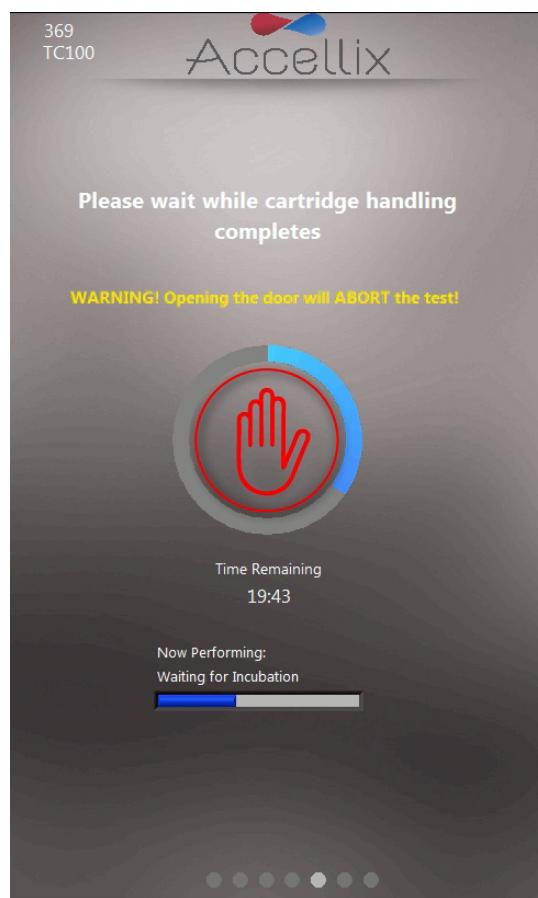

图41：进度指示和剩余时间屏幕
注：某些仪器可以被配置为允许运行“Control Sample”(质控样本)。在这种情况下，Sample ID (样本 ID) 字段上方会出现一个附加选项 (如果当前测定可以作为质控样本运行)，以便将运行设置为质控样本运行，如图 41 所示：
11. **Progress screen** (进度屏幕) (图 41) 显示进度指示和 **Time Remaining** (剩余时间) 倒数计时器。用户可监测测试进度和剩余的大致时间。
注: 要停止正在进行的测定, 用户可轻触 **Stop** (停止), 即进度指示中间的红色手 (参见图 41)。请参阅章节 **11.3 终止测定运行**。
可使用 **Stop** (停止) 图标 终止测定运行 (图 41)。